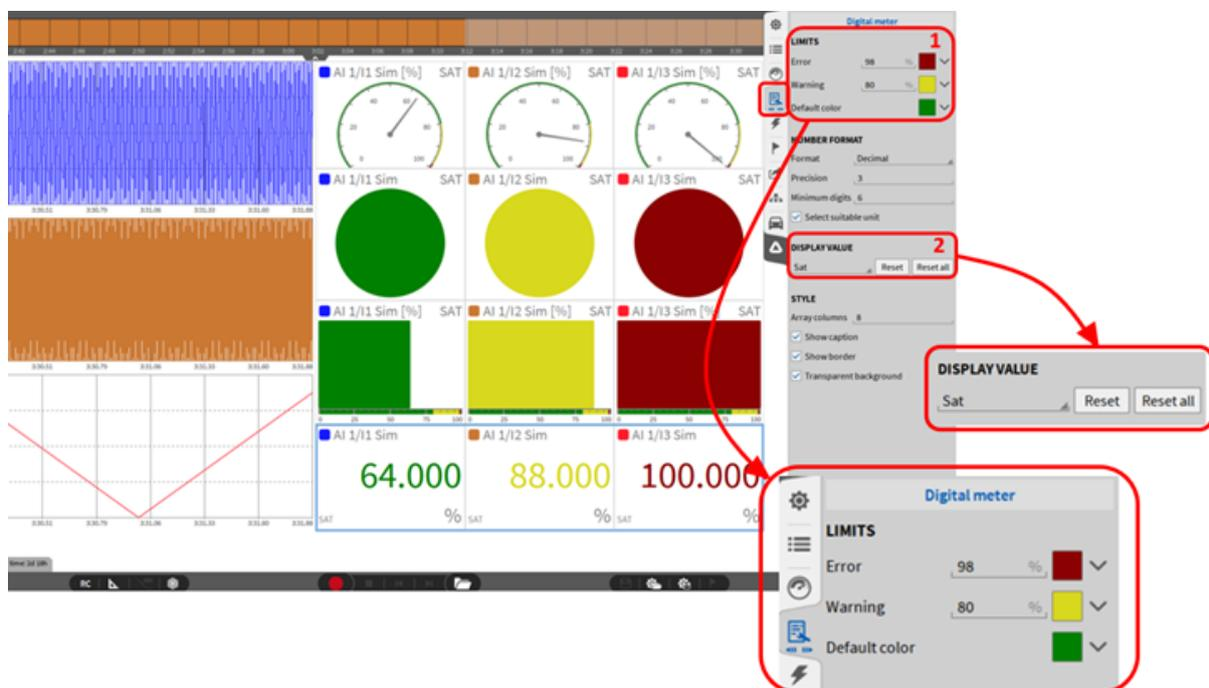

Abb. 8.114: Sättigungsdarstellung von Kanälen
Nach dem Hinzufügen einer der zuvor aufgelisteten Instrumente am Messbildschirm, muss als Anzeigewert der Modus „Sat“ (Sättigung) in den Einstellungen des jeweiligen Instrumentes ausgewählt werden. (siehe ② Abb. 8.114). Mit Betätigen des Knopfes „Reset“ kann das ausgewählte Instrument zurückgesetzt werden, mit „Reset all“ werden automatisch alle Sättigungsdarstellungen zurückgesetzt (Auch für andere als das ausgewählte Instrument). Nach der Auswahl des Anzeigewertes „Sat“, können die Farben sowie die Grenzwerte für die Darstellung bei Bedarf geändert werden (siehe ① in Abb. 8.114).